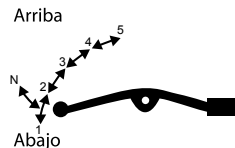

Imagen 34. Cambio de velocidades.
9. Seguir el mismo proceso para meter el siguiente cambio de velocidad. Ver imagen 34.